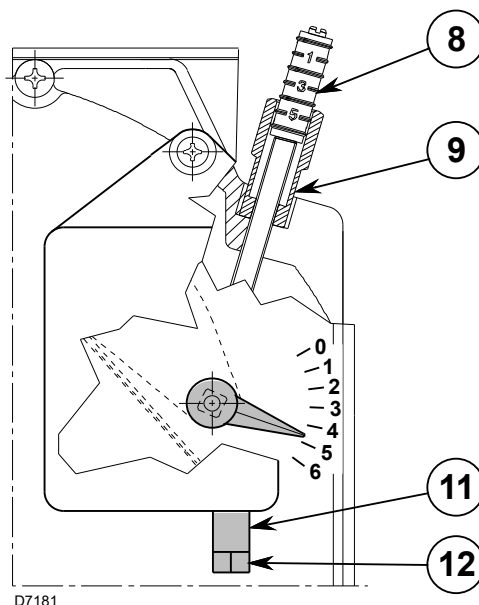

Рис. 15
При первичном запуске горелки положение воздушной заслонки 1-ой ступени, которая регулируется винтом 12)(Рис. 15), должна быть установлена выше метки 1, (заводская калибровка выполнена на метке 1).
- Ослабьте гайку 9) и при помощи винта 8)(Рис. 15) отрегулируйте подачу воздуха на 2-ю ступень (см. значения CO2 в Табл. Т).
- Отрегулируйте 1-ю ступень при помощи винта 12), предварительно ослабив (по часовой стрелке) гайку 11)(Рис. 15). Для регулировки используйте значения CO2 в приведенной ниже таблице.
- По достижении оптимальной регулировки затяните (против часовой стрелки) гайку 11)(Рис. 15). При выключении горелки воздушная заслонка закрывается автоматически за счет собственного веса, максимальное разрежение дваления в дымоходе при этом достигнет 0,5 бар.